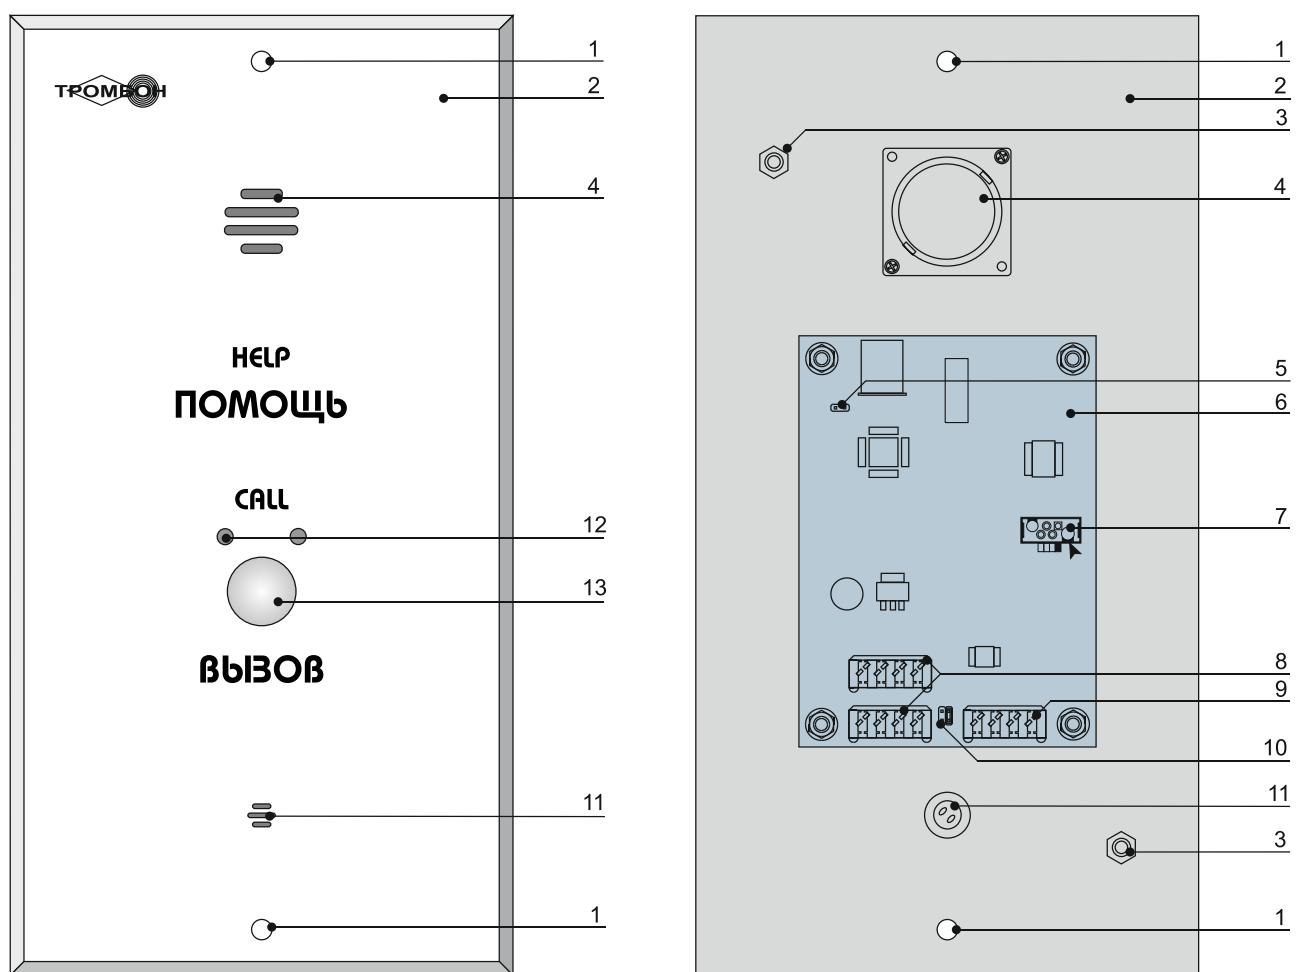

Рис. 1. Внешний вид «Тромбон – СОРС-АВУ» и вид на АВУ сзади, со снятой крышкой.
2). Снимите крышку АВУ. Подключите к разъемам рис. 1, поз. 8 линии связи с ЛБС и другими АВУ системы. АВУ подключаются к линии связи с ЛБС последовательно, соединений типа «звезда» на одной линии не допускается. Для удобства подключений АВУ имеет два разъема, контакты которых соединены параллельно. К одному разъему подключается линия связи от ЛБС или предыдущего АВУ в линии, ко второму – линия связи со следующим АВУ. Схема подключения указана в приложении 2.
3). Включите согласующие резисторы у последних АВУ в каждой линии. Включение резистора выполняется перестановкой перемычки рис. 1, поз. 10 на левую пару контактов.
4). Подключите к разъему рис. 1, поз. 9 устройства помощи МГН. Схема подключения представлена в приложении 3.
5). Подключите кабель от микрофона и динамика к соответствующему разъему на плате АВУ, см. рис. 1, поз. 7.
6). Наденьте на стойки, см. рис. 1, поз. 3 крышку АВУ. Подключите к одной из стоек экранирующую оплетку кабеля линии связи с ЛБС. Закрепите крышку АВУ профильными гайками.
При изменении конфигурации системы или установке в систему ранее использованного АВУ, необходимо выполнить смену его адреса на заводской (по умолчанию). Только после этого возможно запрограммировать это АВУ в систему. Для смены адреса на заводской необходимо на клеммы АВУ рис. 1